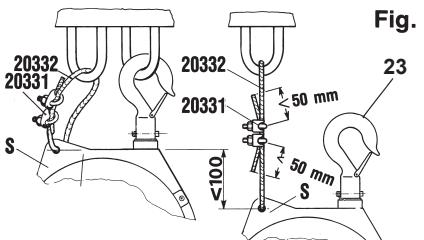

Fig. 1
- balanseblokken skal regelmessig være gjenstand for visuelle inspeksjoner (f.eks. én gang for hvert arbeidsskift). Særlig skal man kontrollere opphenget (23) og (S) (Fig.1) i låseskruene og automatiske blokkeringssystemet, og tilstanden til fester og kabelvaier.
⚠️ Anslut alltid säkerhetsupphängningen (S) med användning uteslutande av de medföljande til-Ibehören (fig.1) för ett stöd av korrekta dimensioner. Säkerhetsupphängningen FÄR INTE VARA densamma som används för den huvudsakliga fjädringen (23) (fig.1). Högsta fall vid brott på huvudupphängningen får inte överskrida 100 mm. Dra åt muttrarna och terminalerna 20331 (fig.1) med ett vridmoment på 4 Nm.
- Balansblocket måste regelbundet genomgå visuell kontroll (exempelvis en gång per skift), särskilt skall man undersöka tillståndet för upphängningsanordningarna (23) och (S) (Fig.1), fixeringsskruvar och självslående system (om de används), kontrollera även tillståndet för krokarna och vajern.